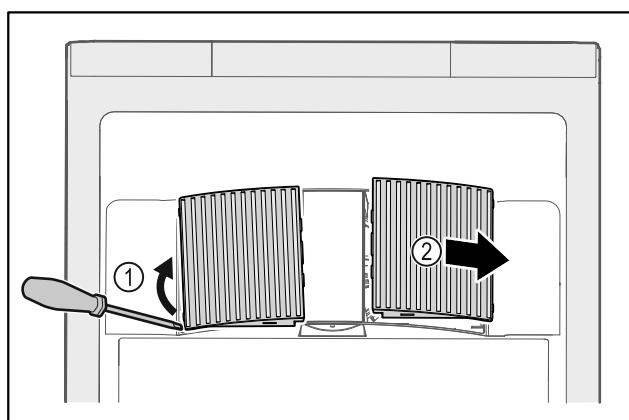

Fig. 199
- Αναμοχλεύστε προσεκτικά από το πλάι τα καλύμματα του ανεμιστήρα Fig. 199 (1) και αφαιρέστε τα προς τα εμπρός Fig. 199 (2).